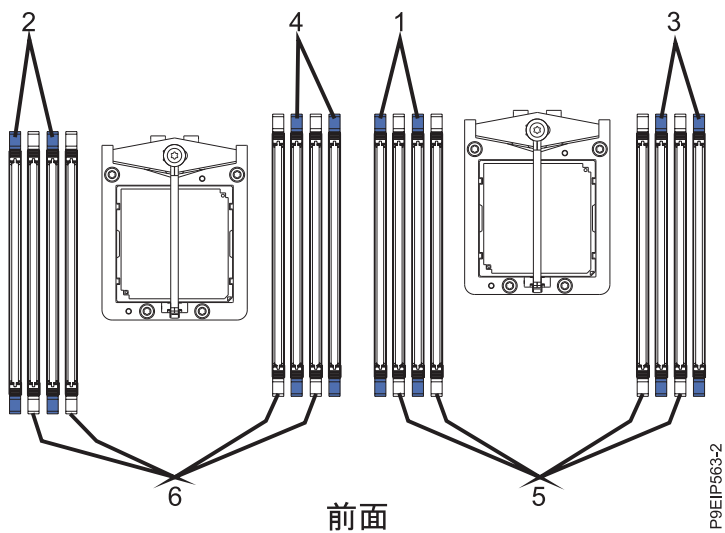

図 21. 2 プロセッサのメモリー差し込み順序
- 2 プロセッサ・システムの場合は、表 4 および 27 ページの図 21 を使用して、メモリー配置を確認してください。